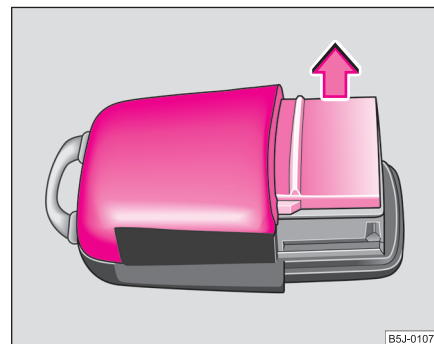

Fig. 20 Tapa de la carcasa del emisor
- Retire la tapa de la carcasa de la emisora ⇒ página 43, fig. 20 en la dirección de la flecha.